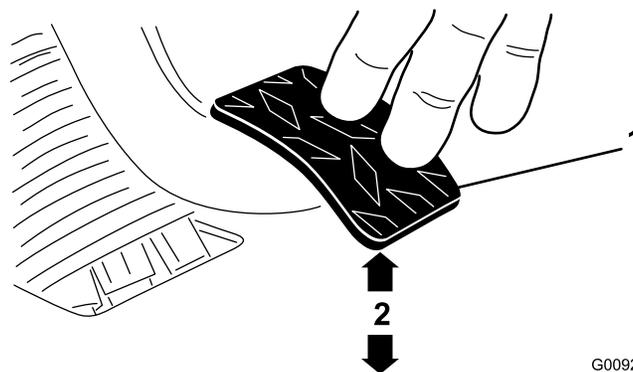

Рисунок 64
3. Регулируйте зажимные гайки или шарнир до тех пор, пока задняя кромка педали сцепления не будет находиться на расстоянии 9,2–9,8 см от верха доски пола с ромбовидным рисунком, когда к педали прикладывается усилие 1,8 кг (Рисунок 64).